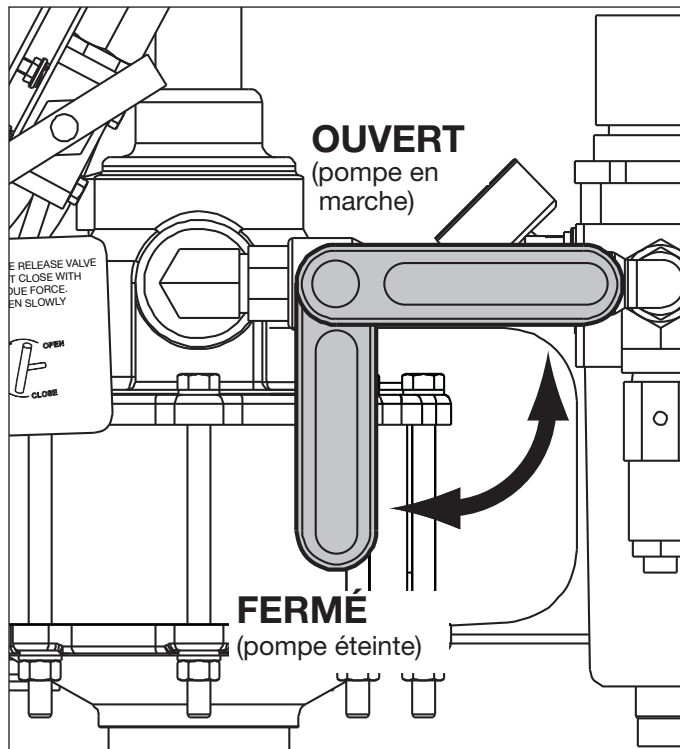

Figure 4, Vanne d'isolement d'air
**IMPORTANT:** Les pompes neuves DOIVENT être amorcées AVANT le démarrage initial. Suivre la procédure d'amorçage telle qu'elle est décrite dans les étapes suivantes. Se référer aux figures 4 à 7.
Faire fonctionner la pompe comme décrit dans les sections 5.1 à 5.4. Se référer aux figures 4 à 7.